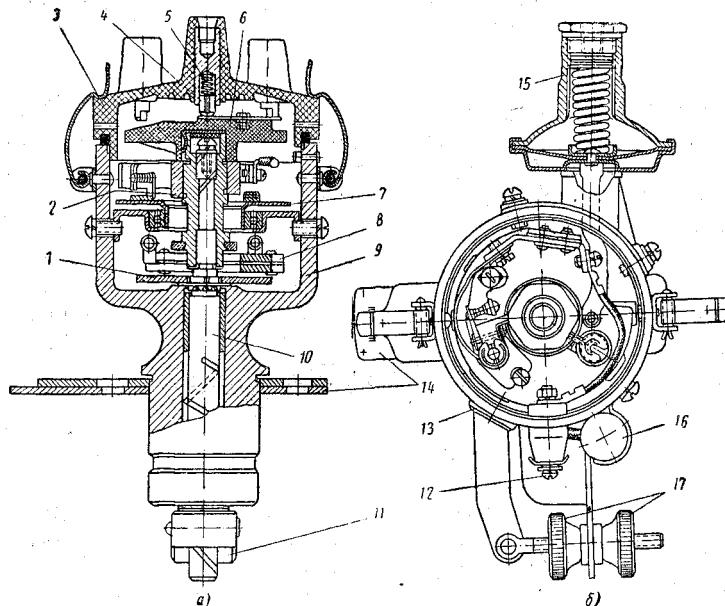

Рис. 90. Распределитель:
Распределитель Р21-А (рис. 90) имеет центробежный регулятор для автоматического изменения угла опережения зажигания в зависимости от числа оборотов вала дви-
1. Снять вакуумный регулятор 15 (см. рис. 90) с распределителя. Для сохранения регулировки регулятора нужно предварительно до отвертывания винтов отметить рисками его положение на корпусе распределителя. Одну риску надо нанести на кронштейне вакуумного регулятора, а другую на корпусе распределителя (риски должны быть расположены одна против другой).
4. Вращением гаек 17 (см. рис. 90) октан-корректора совместить указательную стрелку верхней пластины с риской  $\theta$  на нижней пластине.